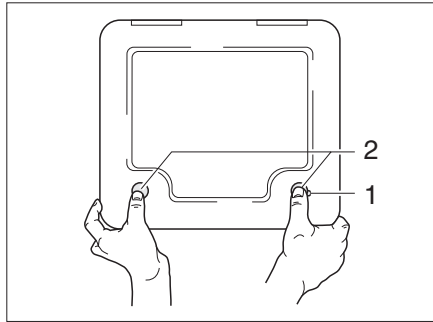

Bild 105 Klappe für die Toiletten-Kassette
- ▶ Die Klappe für die Kassette außen am Fahrzeug öffnen. Dazu den Schlüssel in den Schließzylinder des Druckschlusses (Bild 105,1) stecken und eine viertel Umdrehung drehen.
- ▶ Beide Druckschlösser (Bild 105,2) gleichzeitig mit dem Daumen drücken und die Klappe für die Kassette öffnen.